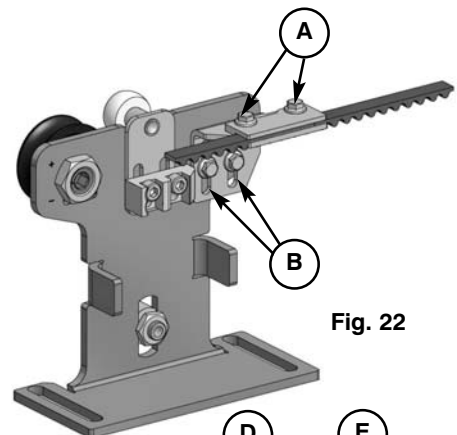

Fig. 22
- Allentare la bulloneria (**Fig.22 part.A**) relativa al morsetto sul “ramo passante” della cinghia (ramo di cinghia privo di giunta)
- Serrare con forza la bulloneria (**Fig.22 part.A**) verificando attentamente che i denti della cinghia si inseriscano correttamente nelle sedi del morsetto.
Ricollegare gli attacchi cinghia ai carrelli veloci **Fig.22**; serrare le viti B verificando che la posizione degli attacchi consenta alla cinghia un buon livello di parallelismo tra il ramo superiore ed inferiore.